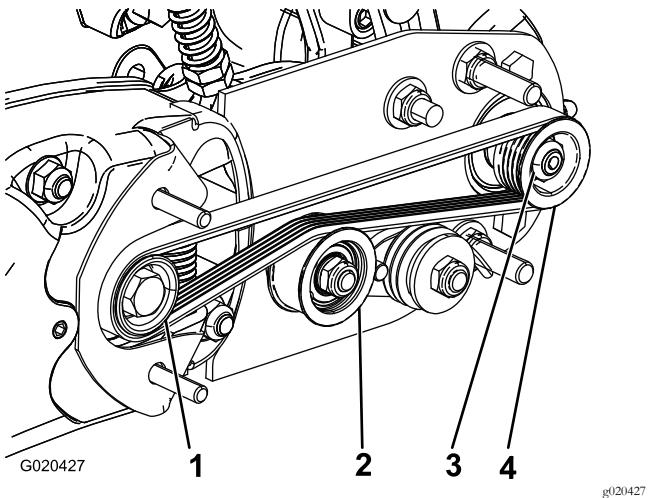
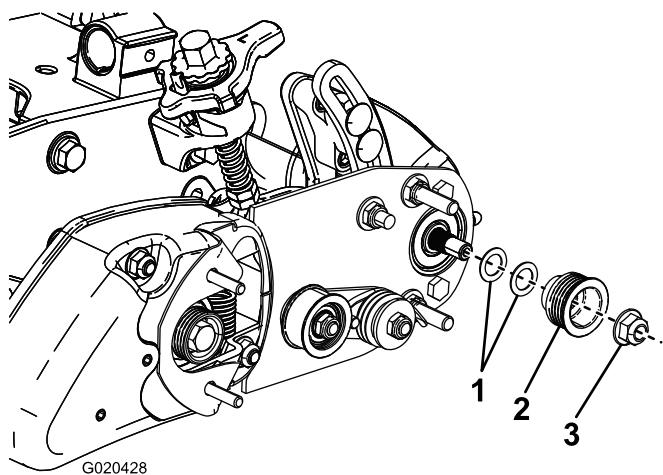

Figura 22
Figura 23
1. La puleggia condotta (all'albero della spazzola per rullo) può spostarsi in dentro o in fuori (Figura 22).
2. Mentre fate ruotare il cilindro, che farà ruotare a sua volta la puleggia motrice, fate leva sulla cinghia per staccarla dalla puleggia motrice (Figura 22).
3. Togliete il dado di bloccaggio che fissa la puleggia condotta all'albero della spazzola (Figura 22 o Figura 23).
4. Rimuovete la puleggia condotta dall'albero (Figura 23).
5. Se la puleggia deve essere spostata verso l'esterno, aggiungete un distanziale dello spessore di 0,8 mm (Figura 23). Se occorre spostare la puleggia verso l'interno, togliete il distanziale dello spessore di 0,8 mm.